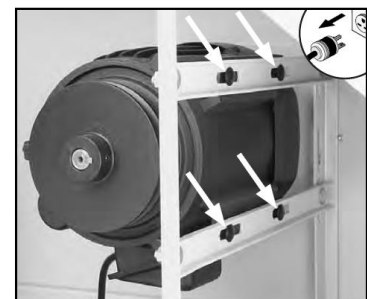

Рис. 50
4. Ослабьте болты крепления двигателя, показанные на рис. 50. (Болты крепления двигателя для регулировки центровки направляющих).